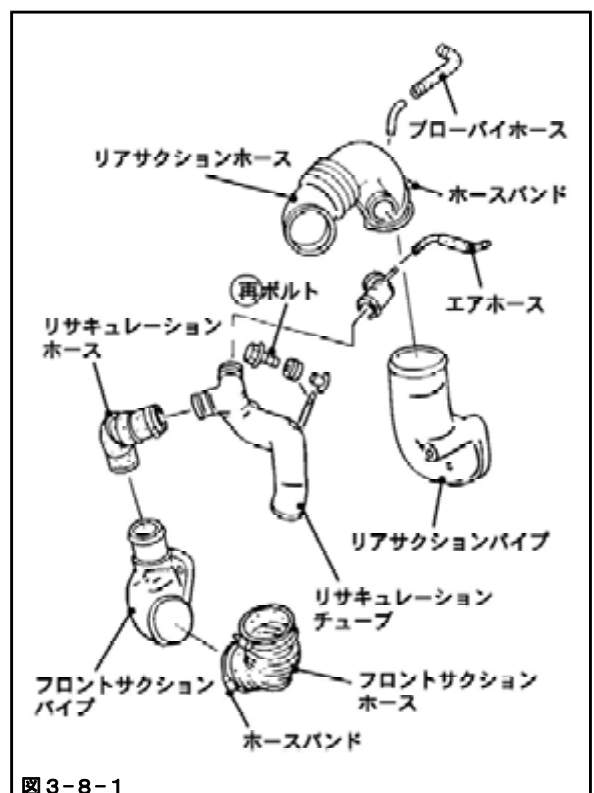

図3-8-1
- (1) ボルト (F, R各2個), ガスケットサクションパイプを使用して、F, Rのサクションパイプを取付けてください。(図3-8-1) (P6×2)
- (2) ホースバンドを使用して、F, Rのサクションホースを取付けてください。(図3-8-1)
- (1) ホースバンドを使用して、リサキュレーションチューブを取付けてください。(図3-8-1)
- (2) 再ボルト (1本) を取付けてください。